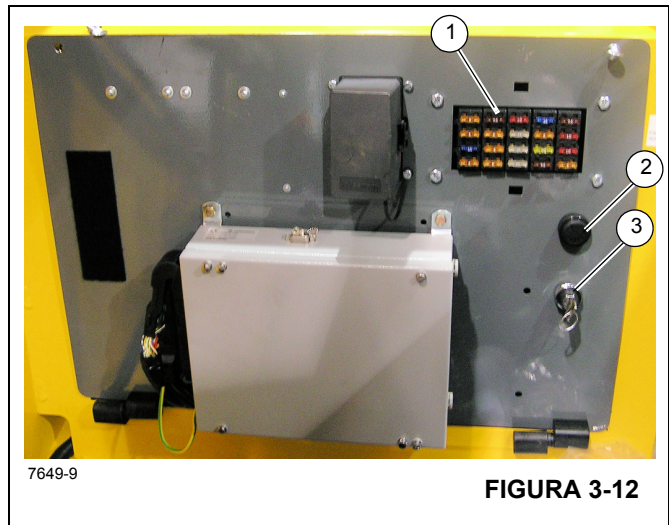

FIGURA 3-12
O sistema de carga do cilindro telescópico opera automaticamente e não requer nenhuma interação do operador. O indicador acende na cor âmbar e a campainha toca (2, (Figura 3-12)) quando a lança é elevada acima de 35° e o sistema de carga do cilindro telescópico não está funcionando corretamente. Se a campainha tocar e o indicador acender, o operador deve imediatamente estender um pouco telescopicamente para carregar manualmente os cilindros telescópicos, parar a operação, então solicitar reparo do sistema conforme necessário.
O painel de fusíveis (1) (Figura 3-12) localiza-se atrás do assento da cabine no conjunto do painel de fusíveis e relés da cabine. Ele contém até 20 fusíveis que protegem os vários componentes elétricos do guindaste.
A chave de cancelamento de emergência do RCL (3, Figura 3-12) é um contato operado por chave que está localizada dentro da cabine do operador no conjunto do painel atrás do assento. Quando acionada (girada no sentido horário), a chave cancelará e evitará que o RCL trave as três funções do guindaste (abaixamento da lança, extensão do telescópio e elevação do guincho) caso ocorra uma sobrecarga ou condição de colisão do moitão.
Números dos itens da Figura 3-12